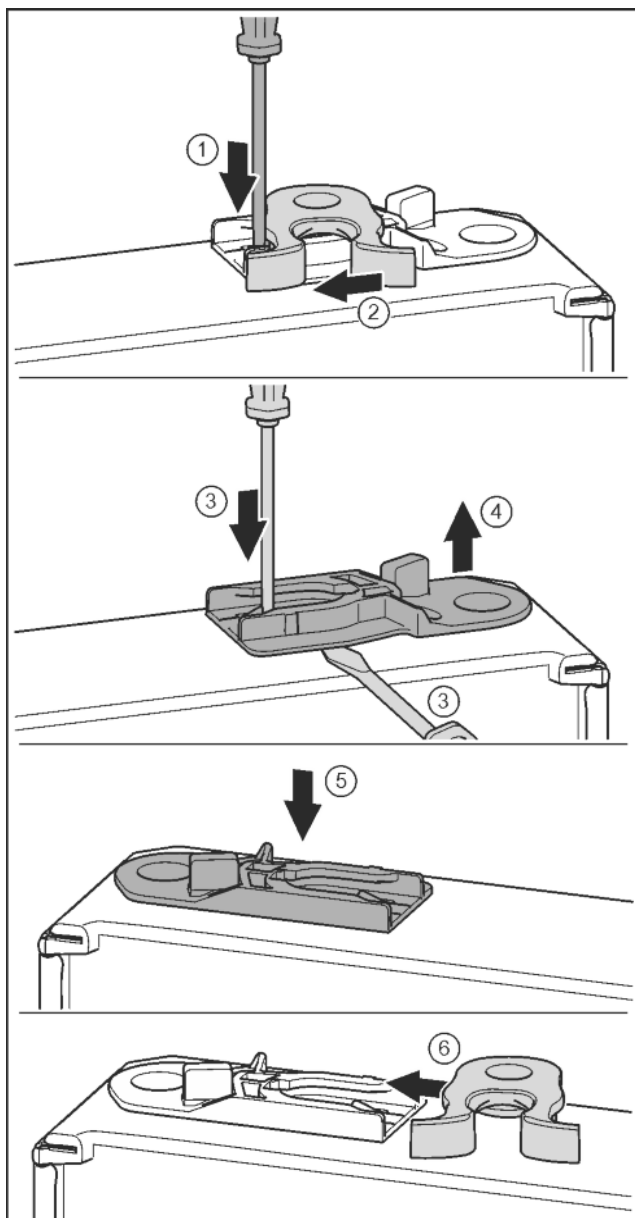

Fig. 20
- Lasche mit Schlitzschraubendreher nach unten drücken. Fig. 20 (1)
- Schließhaken aus Führung ziehen. Fig. 20 (2)
- Führungsbuchse herausziehen: Lasche mit Schlitzschraubendreher drücken und gleichzeitig mit Schlitzschraubendreher unter Führungsbuchse fahren. Fig. 20 (3, 4)
- Im Lieferumfang beiliegende Führungsbuchse auf anderer Gehäuseseite einschieben. Fig. 20 (5)
- Schließhaken in Führung schieben. Fig. 20 (6)